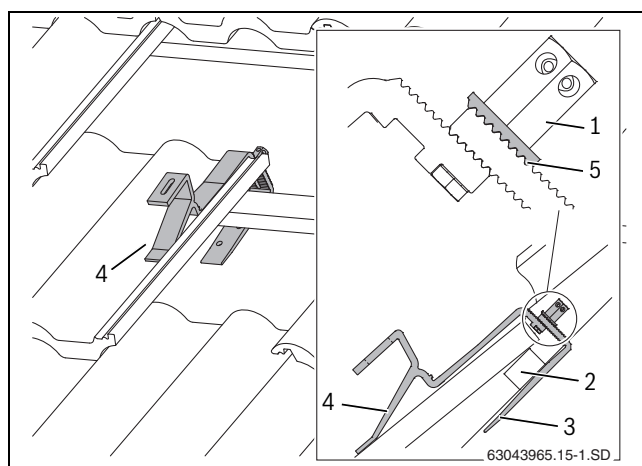

Fig. 44 Gancho de tejado enganchado (para facilitar la vista se han eliminado de la figura algunas tejas)
- ▶ Enganche los ganchos del tejado de tal forma que el apoyo delantero descansa sobre el perfil ondulado (Fig. 44, [4]).
- ▶ Deslice hacia arriba la parte inferior del gancho de tejado (Fig. 44, [3]) hasta que éste descansa sobre el listón del tejado (Fig. 44, [2]).
- ▶ Apriete la tuerca hexagonal larga (Fig. 44, [1]). Introduzca para ello la llave de tamaño 5 en un orificio de la tuerca hexagonal y gírela.
La arandela dentada (Fig. 44, [5]) debe encajar en el lado dentado de la parte inferior del gancho para tejado.